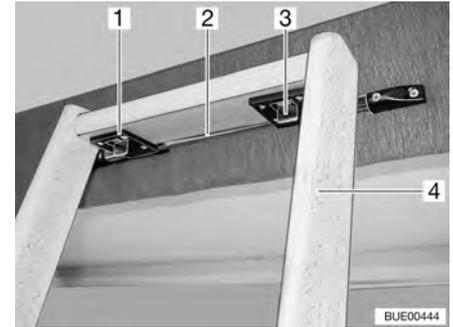

Fig. 86 Scaletta di accesso, bloccaggio
- Appendere la scaletta di accesso (Fig. 86,4) con i due ganci (Fig. 86,1) alla guida (Fig. 86,2) nel diaframma del letto basculante.
- Spingere i due bloccaggi (Fig. 86,3) in avanti.